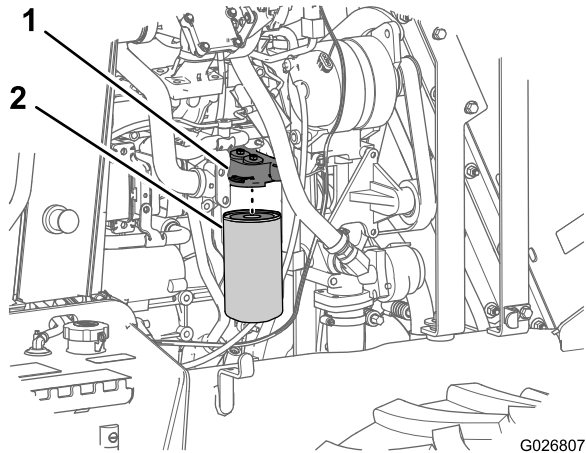

Bild 66
2. Stellen Sie eine Auffangwanne unter den Ölfilter (Bild 66).
3. Drehen Sie den Ölfilter nach links und nehmen Sie ihn ab (Bild 66).
7. Fluchten Sie den neuen Ölfilter mit dem Ölfilterkopf aus und drehen Sie den Filter nach rechts, bis die Dichtung des Ölfilters den Ölfilterkopf berührt (Bild 66).
8. Ziehen Sie den Ölfilter um eine weitere 3/4 bis ganze Umdrehung mit der Hand an (Bild 66).